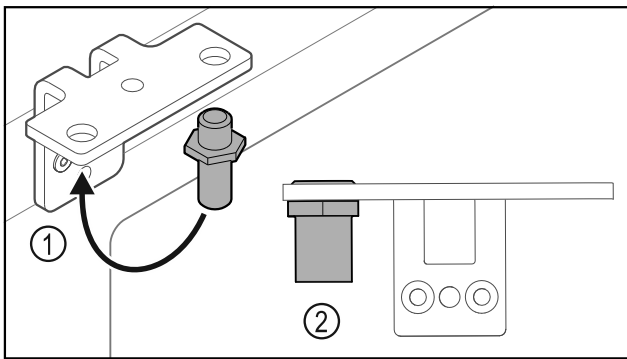

Fig. 33
- ▶ Aseta saranakulman pultti Fig. 33 (1) toiseen paikkaan.
- ▶ Kiristä pultti Fig. 33 (2) vääntömomentilla 12 Nm.